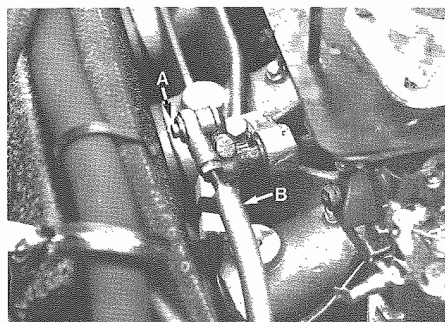

Fig. 2 - A - Perno di fissaggio asta
- Smontare l'asta comando kick-down (Fig. 2).
- Disassemble kick-down control rod (Fig. 2).
- Spine di centraggio (**Fig. 2**).
- Centering dowels (**Fig. 2**).